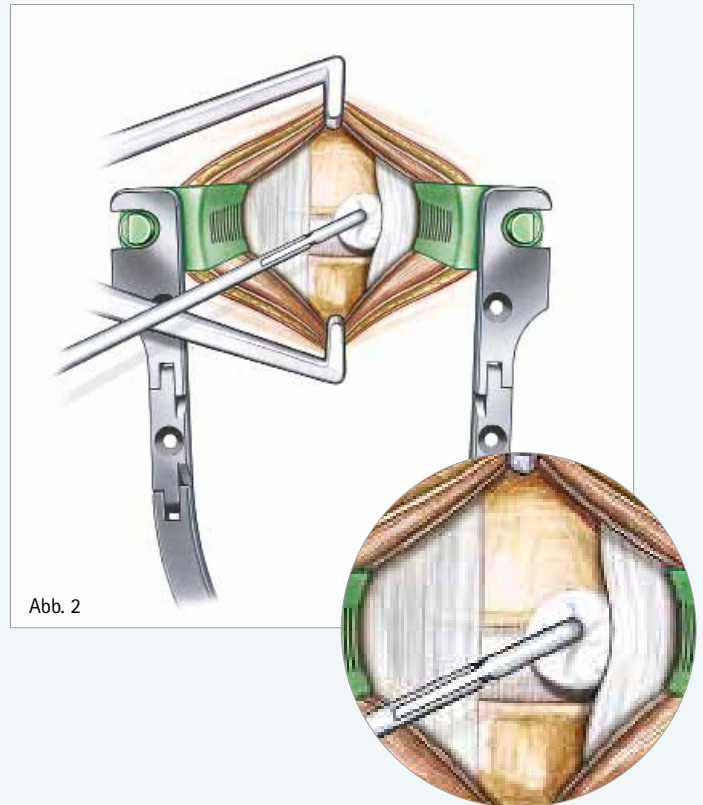

Abb. 2
■ Nach Inzision der Haut erfolgt das Einsetzen des CCR Retraktors. Die Valven sind in PEEK und Titan verfügbar. Ein Gegensperrer kann verwendet werden (Abb. 2). Das Subkutangewebe wird vom Platysma nach kranial, kaudal und medial getrennt und das Platysma in Faserrichtung auseinandergeschoben. Die Platysmaränder können mit dem Wundspreizer oder zwei chirurgischen Pinzetten auseinandergehalten werden.